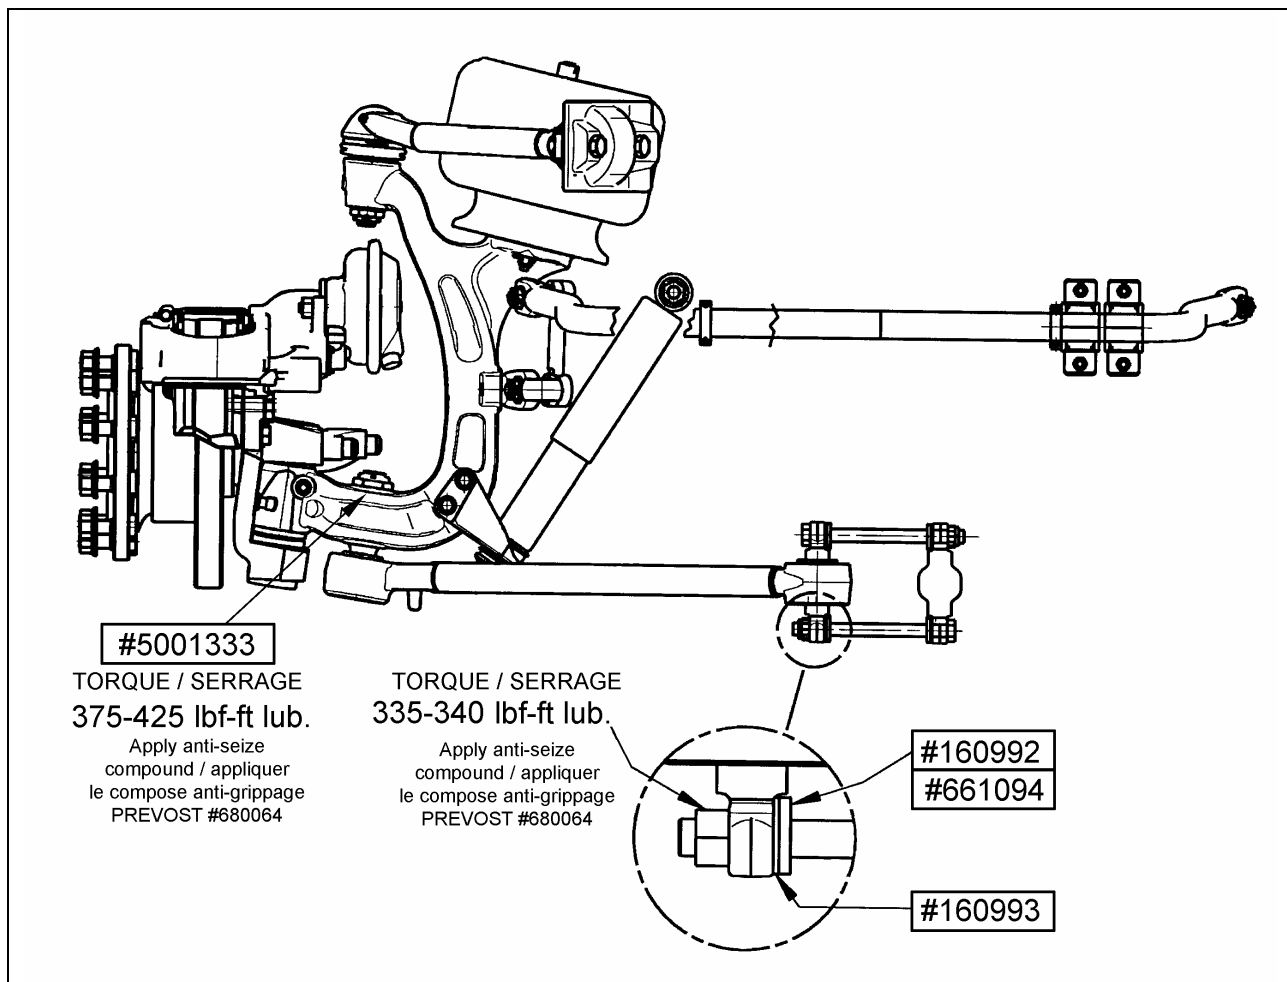

FIGURE 2
4. Installer le nouveau bras triangulaire tel que montré à la figure 2. Utiliser un écrou neuf #5001333 et une goupille neuve #502106. Serre l'écrou à un couple de 375 lbf·pi. Par la suite, serrer l'écrou seulement pour aligner une des ouvertures de l'écrou avec le trou de la vis pour insérer la goupille. Appliquer le composé anti-grippage #680064 sur les parties filetées.